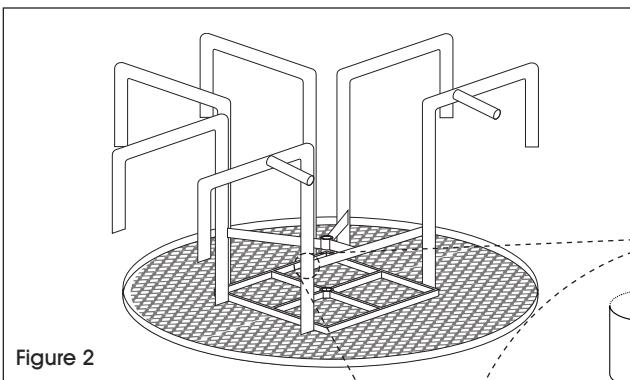

Figure 2
3. Insérez le renfort en V en orientant le support de parasol vers le haut et boulonnez-le lâchement aux coins correspondants à l'aide d'un boulon, d'une rondelle et d'un écrou. (Voir Figure 2)